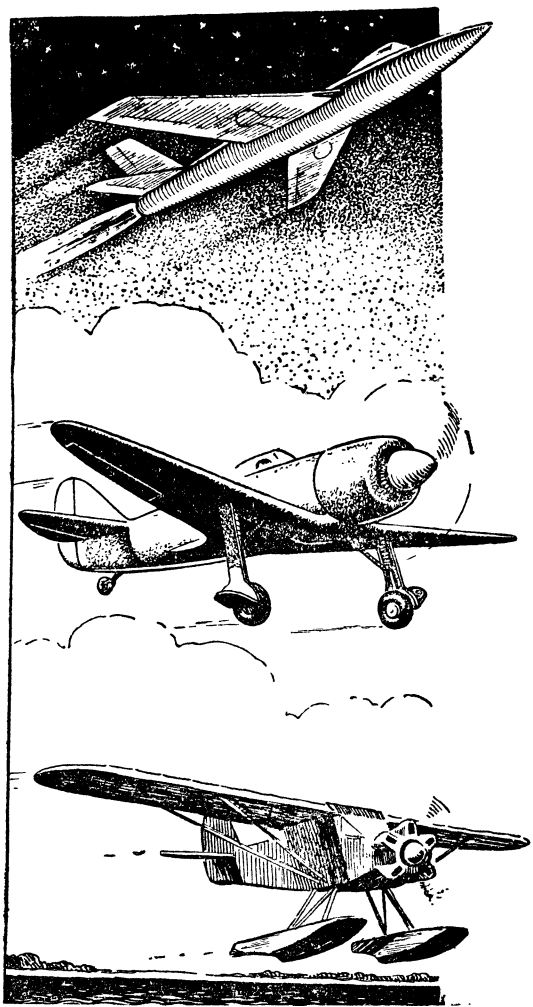

Рис. 14.
5. Шасси самолета служит для взлета и посадки. Для взлета с земли самолет имеет колесное шасси. Для взлета с воды у так называемых гидросамолетов вместо колес устанавливаются поплавки (рис. 14).
Самолетные колеса, так же как и автомобильные, снабжены резиновыми пневматиками. Стойки шасси, на которых находятся колеса (см. рис. 14), снабжаются специальными масляными или резиновыми амортизаторами, которые смягчают удар самолета о землю при посадке. У современных скоростных самолетов шасси обычно делается убирающимся — для уменьшения воздушно-